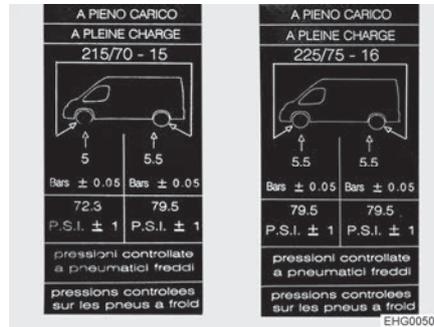

Fig. 114 Etichetta di avvertenza pressione degli pneumatici applicato su montante B (esempio)
- ▷ Le etichette con le indicazioni sulla pressione degli pneumatici richiesta sono applicate sull'interno del montante B (vedere Fig. 114).